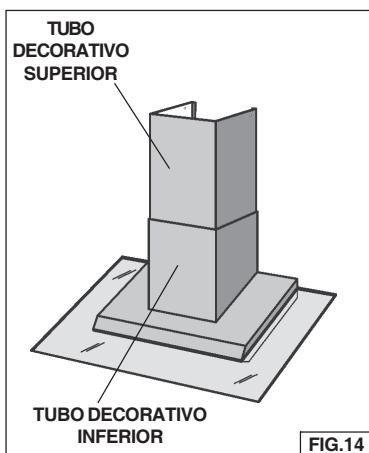

FIG.14
7. Coloque con cuidado la chimenea decorativa sobre la campana. Fig. 14.